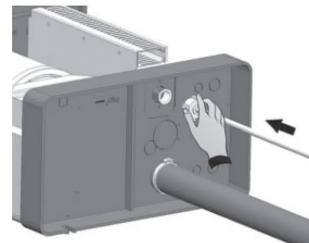

рис. 11
7. Collegare la linea di carico dell'acqua all'attacco $\frac{3}{4}$ GAS dell'elettrovalvola posta sotto l'umidificatore (fig. 11 e 12).